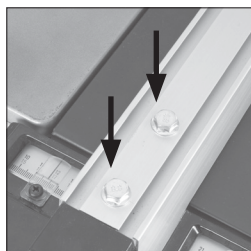

Abb. 21
- Falls eine Anpassung notwendig ist, legen Sie beide Sechskantschrauben auf dem Parallelanschlag frei. **(Abb. 21)**.